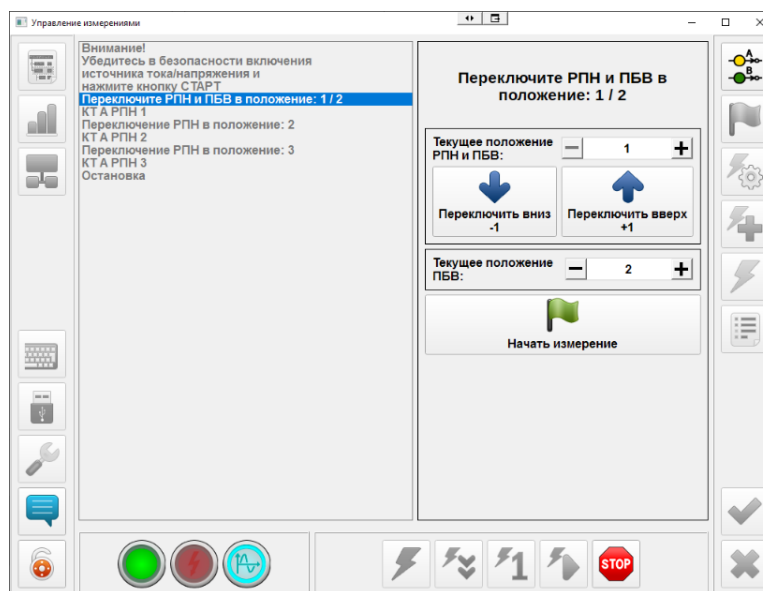

Рисунок 8-8. Управление переключением РПН
10. В окне «Управление измерениями» выполнить переключение РПН [Рисунок 8-8] в необходимое положение и нажать кнопку «Начать измерение»